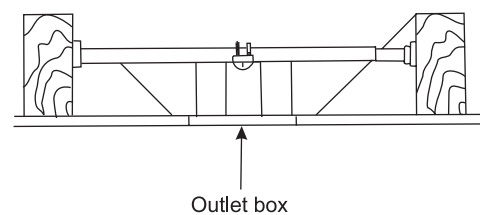

Figure 4
4. Install the light bulb (not provided) into the socket (see FIG 4).
4. Insérez des ampoules (ne pas fourni) dans la douille. (voir figure 4).